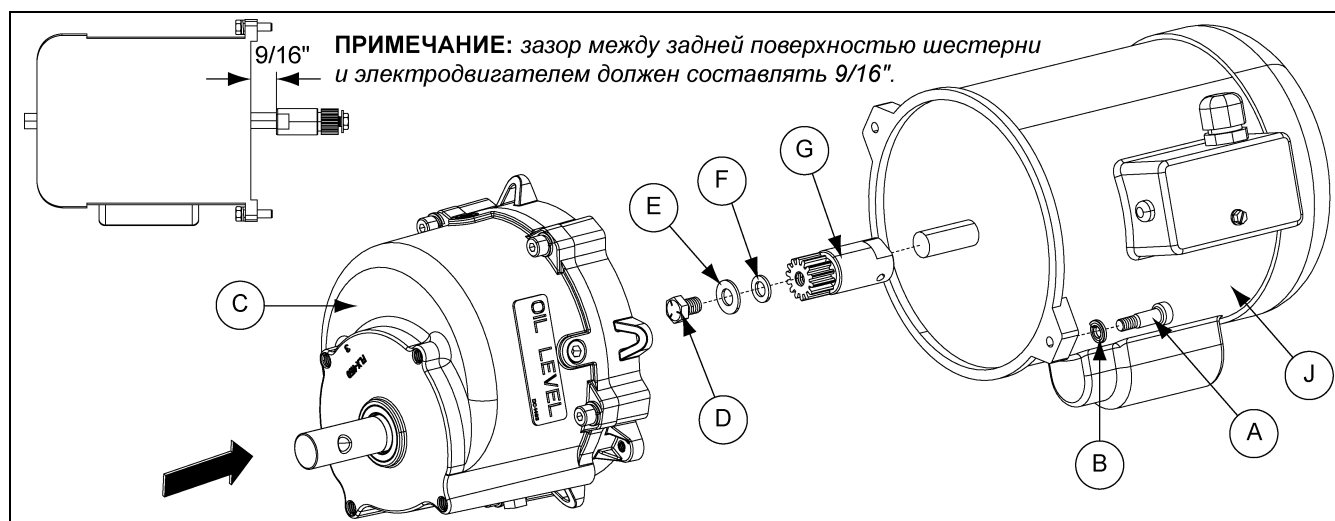

Рисунок 5W
6. Повторная установка коробки передач (C) на двигатель (J), используя болт (D) и шайбы (E и F), ранее удалены. (Смотрите рисунок 5W.) Затянуть болт до 50 дюйм-фунт.